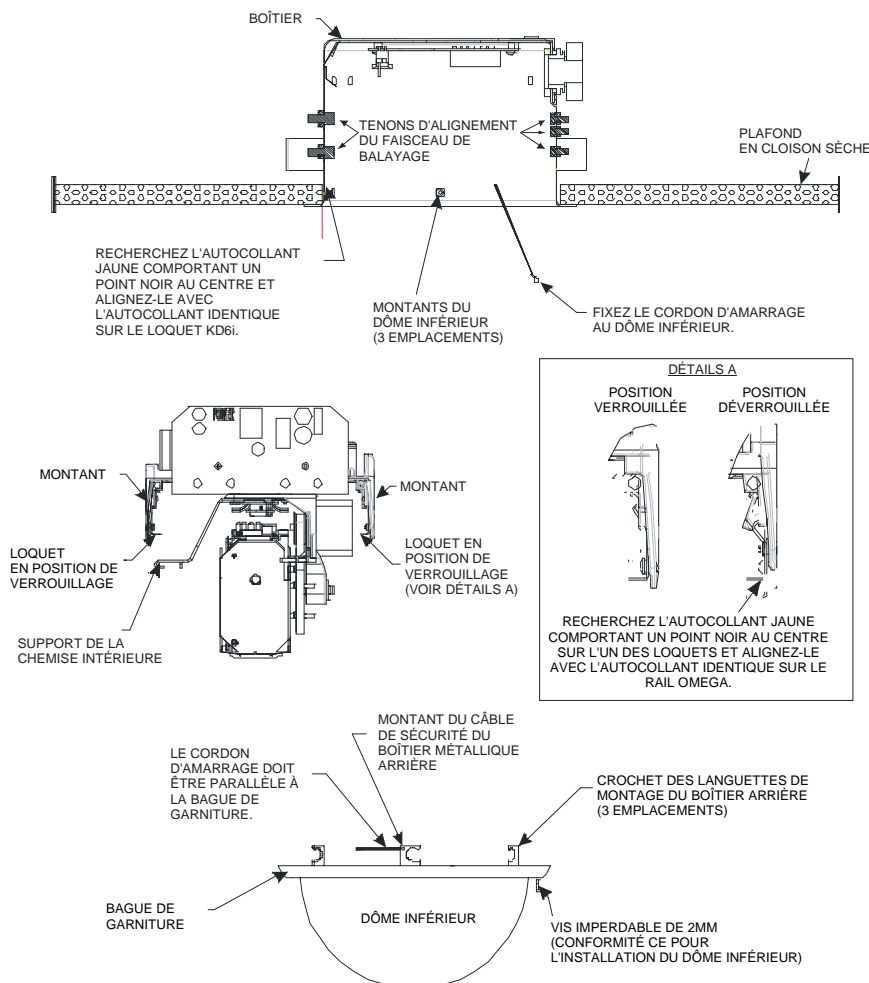

Figure 3. INSTALLATION DU HD6
- a. Assurez-vous que les loquets situés sur le HD6 sont verrouillés. Voir figure 3, détails A.